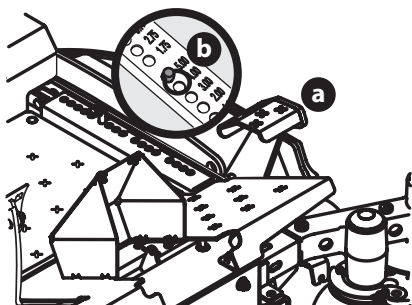

Fig. 1
2. Utilisez la pédale de levage du plateau de coupe (a) pour lever le plateau de coupe à sa position la plus haute et fixez-le à l'aide de l'axe de chape (b) fixé à la tondeuse (Fig. 1).